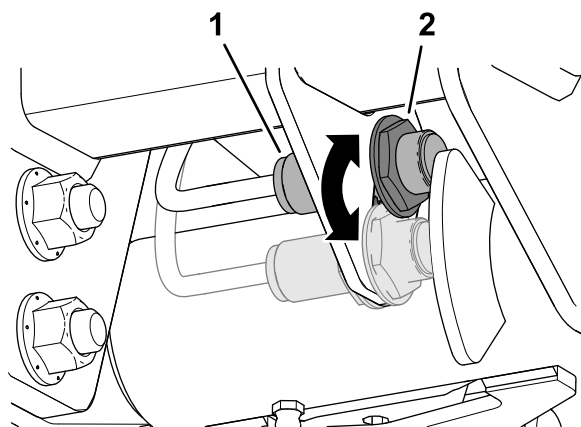

図 86
3. 昇降アームスイッチをスイッチプレートに固定しているジャムナットをゆるめる図 86。